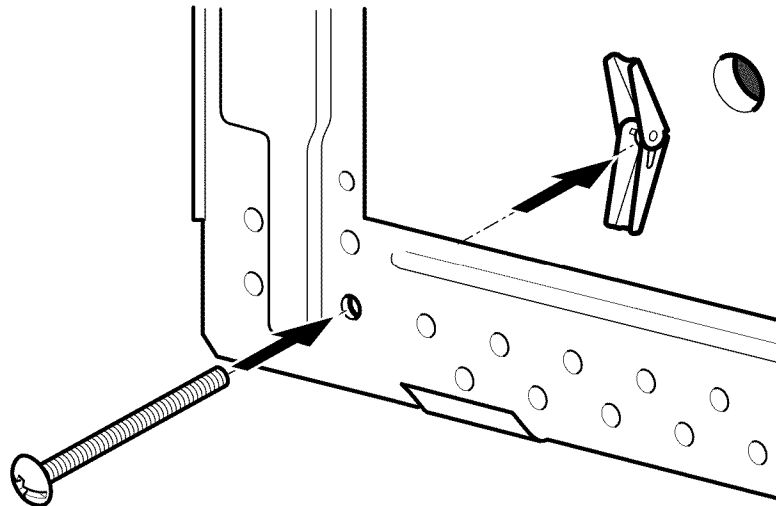

**Figura 2** - Gabinete inferior empotrado con saliente frontal
2. Use la placa de montaje como **plantilla**, colóquela en la pared y asegúrese de que las lengüetas toquen la base del gabinete (Figura 1) o la línea de nivel (Figura 2).